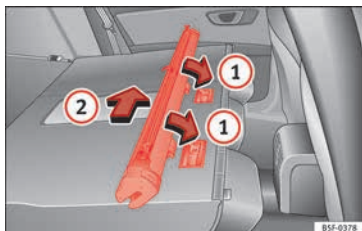

Fig. 168 Montar la red de separación en los respaldos del asiento trasero.
- Coloque la carcasa de la red en los rebajes de los carriles de sujeción en el sentido de las flechas » **fig. 168 ①**.
- Empuje la carcasa hacia el lado izquierdo del vehículo en el sentido de la flecha » **fig. 168 ②** y hasta el tope.
- Tire de la carcasa de la red aproximadamente 5 cm en el sentido contrario de la flecha » **fig. 168 ②**.
- Extraiga la carcasa de los carriles de sujeción tirando en el sentido contrario al de las flechas » **fig. 168 ①**.